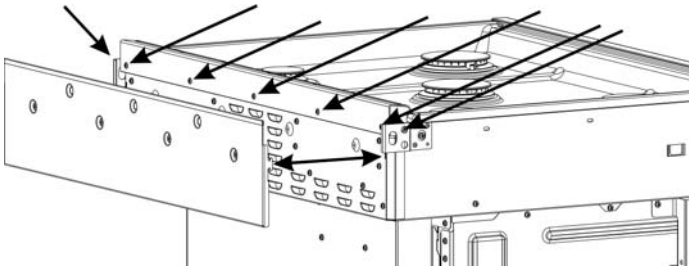

Figure 3 : Emplacements des vis de la garniture (grille d'aération retirée)
arrière et Figure 3: Emplacements des vis de la garniture (grille d'aération retirée).
4. Soulevez la grille d'aération hors des fentes qui la maintiennent en place. Repérez les emplacements des fentes pour plus tard. Voir Figure 3: Emplacements des vis de la garniture (grille d'aération retirée).
- Retirez les vis qui maintiennent la garniture (cinq vis à l'arrière et une vis à chaque extrémité). Conservez deux de ces vis pour l'installation de la garniture de l'îlot. Voir Figure 3: Emplacements des vis de la garniture (grille d'aération retirée).
- Installez cinq vis d'entretoise (inclus dans le nécessaire de garniture d'îlot) à l'arrière de la cuisinière, aux mêmes emplacements prévus pour les 5 vis d'origine de la garniture arrière. Voir Figure 3: Emplacements des vis de la garniture (grille d'aération retirée).